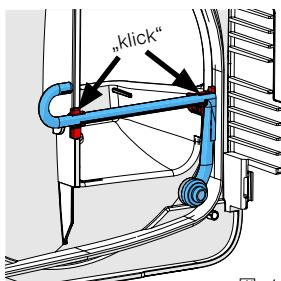

図. 12
- 左右の留め金にリンス管を押しつけて、元に戻してください（図12）。